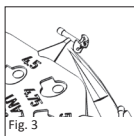

Fig. 3
■ **Fig. 3** El calibrador seleccionado para la medición se corta con unas microtijeras y se transporta hasta el oído medio utilizando un aspirador u otro instrumento de microcirugía.